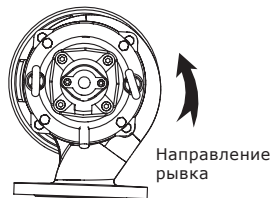

Рис. 8 Вид сверху. Направление рывка при пуске
3. Если насос подключен правильно, рывок будет в сторону, противоположную правильному направлению вращения. См. рис. 8.